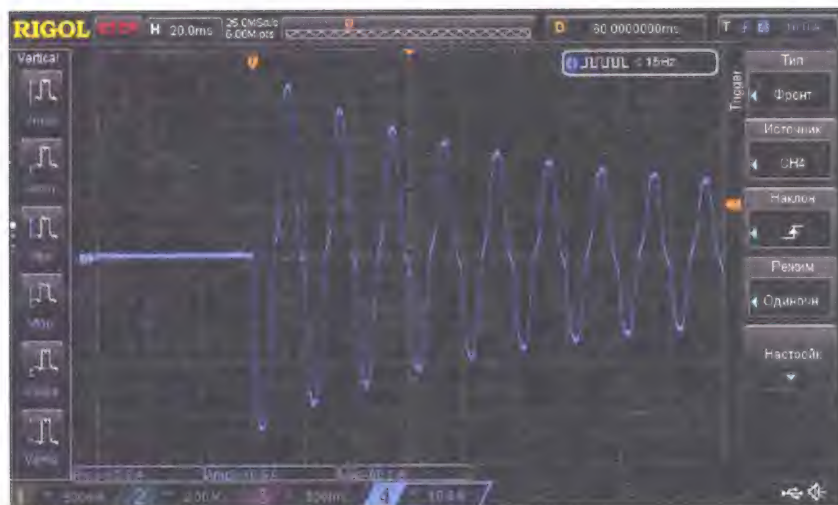

Рис. 12
**Пример 2.** Измерение тока потребления пылесоса Scarlet мощностью 1500 Вт (рис. 11). Сила тока — 3,8 А (счз.), амплитуда — 11,4 А. На рис. 12 показан пусковой ток этого пылесоса, амплитудное значение — 46,5 А.